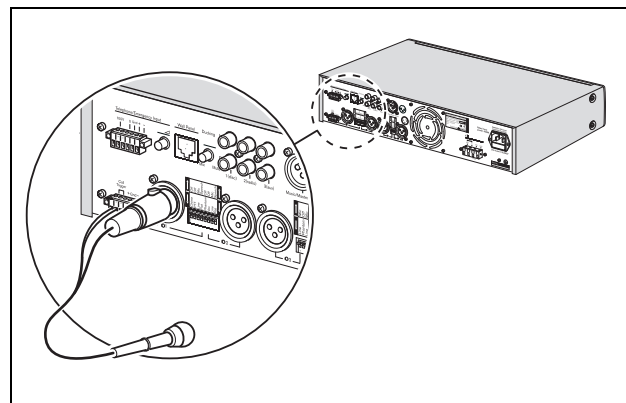

Abbildung 4.2: XLR-Verbindung mit Trigger
- XLR-Verbindung mit Trigger. Siehe Abbildung 4.2.